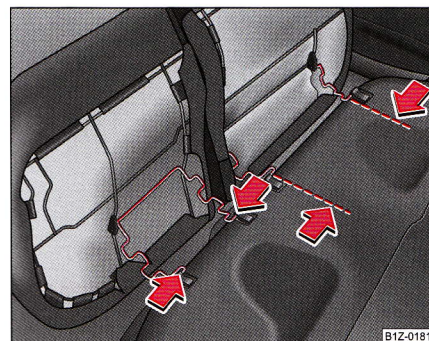

Fig. 69 Demontarea banchetei din spate
- apăsați mânerul de sârmă în sensul săgeții ⇒ **pagina 89, fig. 69** și scoateți bancheta din suport.